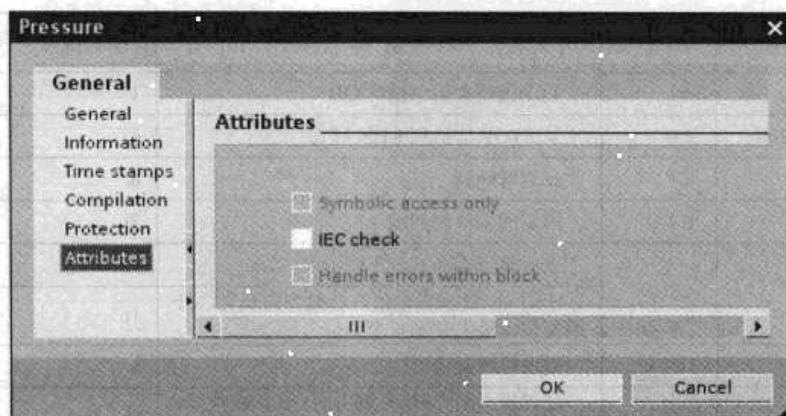

图 6-21 设置块的属性
- 1) 使用 IEC 检查（见图 6-21），采用严格的兼容性规则，指令有关的操作数必须具有相同的数据类型。
如果没有设置对项目中所有新的块进行 IEC 检查，可以设置对单独的块进行 IEC 检查。用右键点击项目树中的某个代码块，执行快捷菜单中的“Properties”命令，选中打开的对话框左边窗口的“Attributes”组（见图 6-21），用右边窗口中的“IEC Check”复选框激活这个块的 IEC 检查功能。保存项目时才保存这个设置。